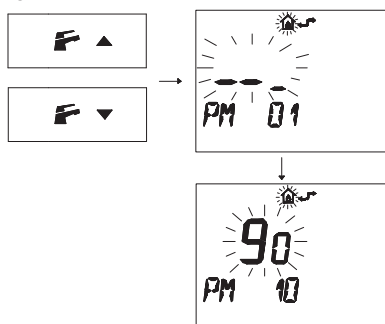

Figura 5.79
- Premere i pulsanti o per visualizzare la programmazione "PM10" selezione della frequenza di accensione (Figura 5.79).
Nella Figura 5.79 si visualizza un SET programmato di **90** corrispondente ad un tempo di riaccensione di 3 minuti circa.